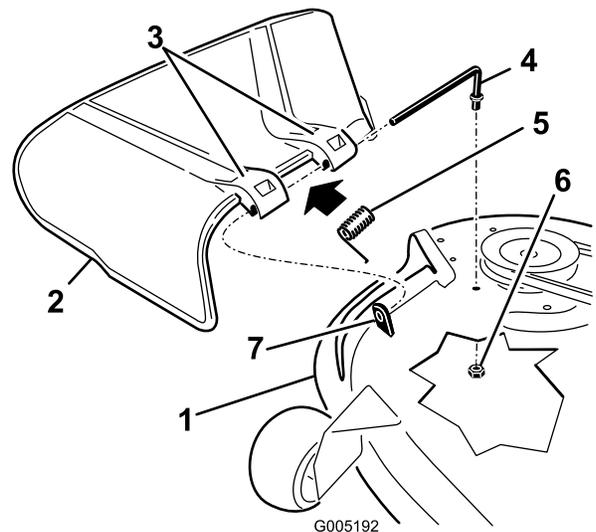

Bild 57
1. Machen Sie die in Bild 57 gezeigten Teile ausfindig.
2. Nehmen Sie die Mutter (3/8 Zoll) aus der Stange unter dem Mähwerk ab (Bild 57).
3. Schieben Sie die Stange aus dem kurzen Vorsprung, der Feder und dem Ablenkblech (Bild 57). Entfernen Sie defekte oder abgenutzte Ablenkbleche.
4. Montieren Sie das Ablenkblech (Bild 57).
6. Setzen Sie die Feder mit den Enddrähten nach unten auf die Stange, zwischen die Ablenkblechhalterungen. Schieben Sie die Stange durch die zweite Halterung am Grasablenkblech (Bild 57).
7. Schieben Sie die Stange vorne am Ablenkblech in den kurzen Vorsprung am Mähwerk. Befestigen Sie das hintere Stangenende mit einer Mutter (3/8 Zoll) am Mähwerk (Bild 57).